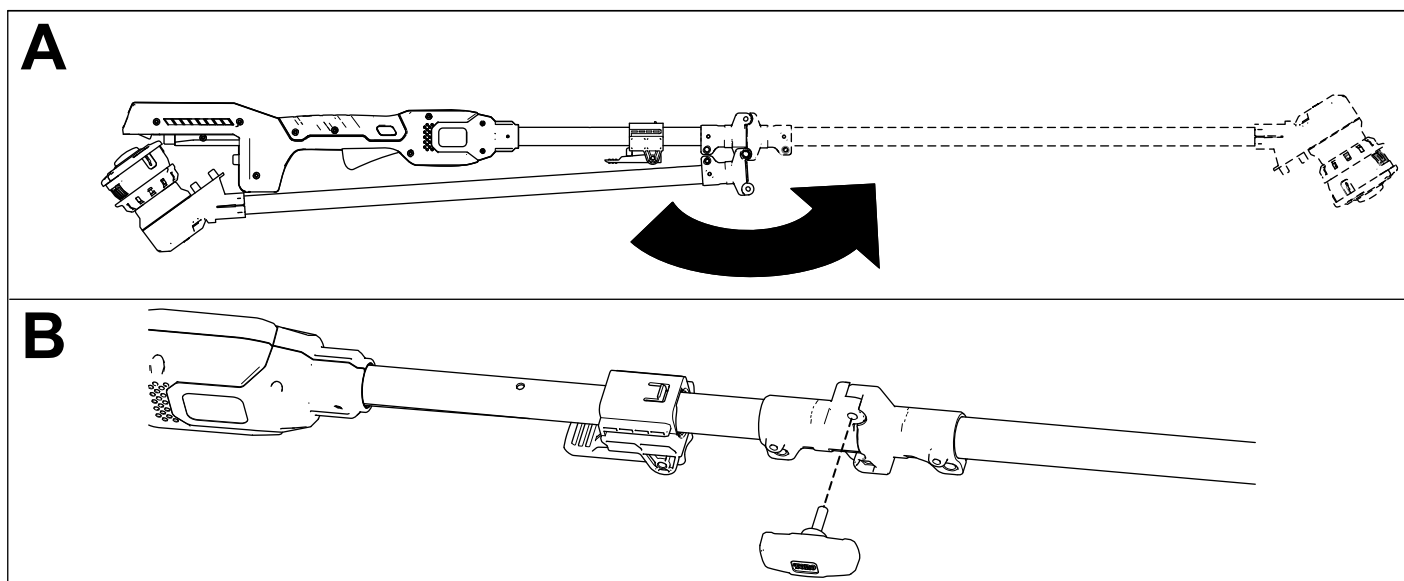

Figure 2
1. Dépliez le manche (encadré A de la Figure 2).
2. Montez le bouton de l'accouplement et l'écrou pour fixer le manche (encadré B de la Figure 2).